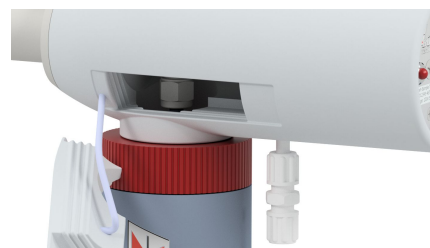

Abb. 3
- Entfernen Sie durch diese Montageöffnung die Mutter und Klemmringe des Fittings (Abb. 3) und montieren Sie diese fachgerecht an das Rohrstück der Smartline